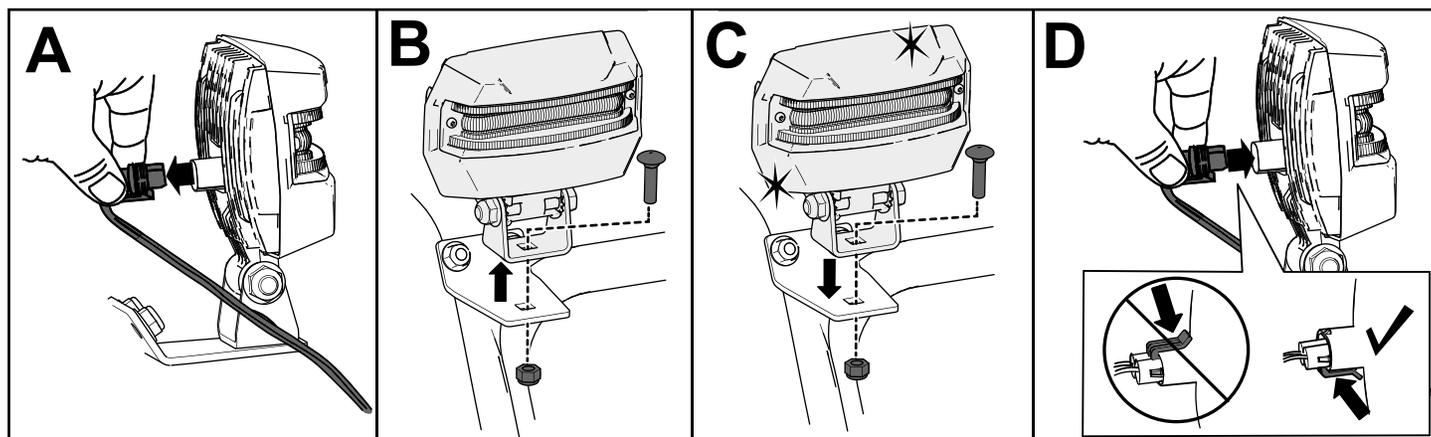

Figure 42
1. Débranchez le câble à l'arrière du phare (encadré A de la Figure 42).
2. Retirez le boulon et l'écrou qui maintiennent l'ensemble phare sur le support de phare, puis déposez l'ancien ensemble phare (encadré B de la Figure 42).
3. Fixez le nouvel ensemble phare sur le support de phare à l'aide du boulon et de l'écrou retirés précédemment (encadré C de la Figure 42).
4. Branchez le câble du phare directement à l'arrière du phare en l'enfonçant bien en place (encadré D de la Figure 42).